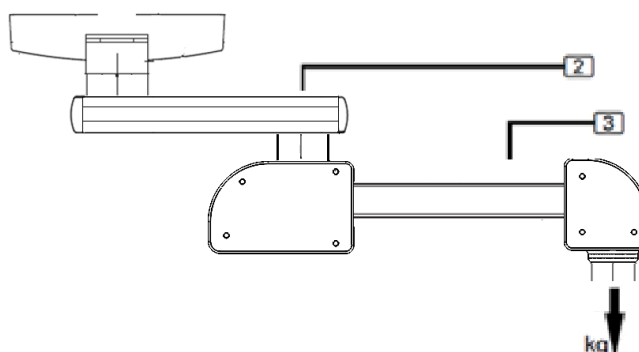

Fig.18 Point d'application de la charge
La capacité de charge maximale est le poids maximal qui peut être supporté par le bras ou l'ensemble de bras, dans le cas de l'exemple illustré à la figure 18, une configuration avec un bras d'extension (2) et un bras motorisé (3) est montrée. La charge maximale est considérée comme appliquée sur l'axe vertical autour duquel la tête de service tournera.